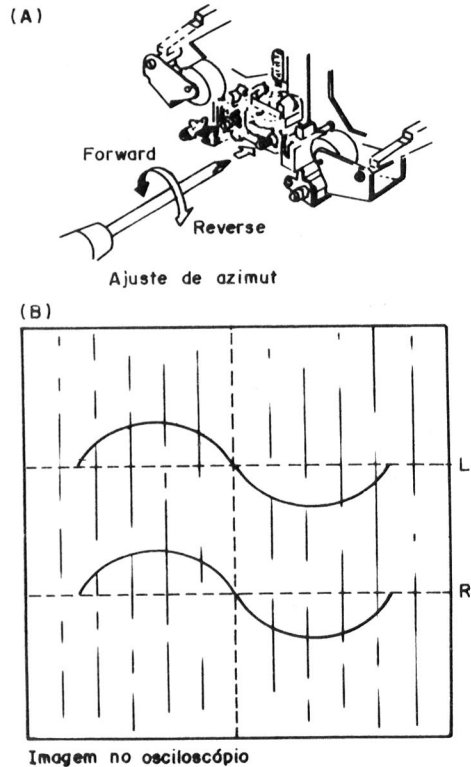

FIGURA 17
4º) Ajustar azimute (ângulo de 90° do cabeçote, conforme figura 17 a).
c) Conforme gráfico abaixo, deve-se comparar a senóide de ambos os canais e, se necessário, ajustar o parafuso de azimute para que fiquem exatamente iguais (figura 17 a e b).